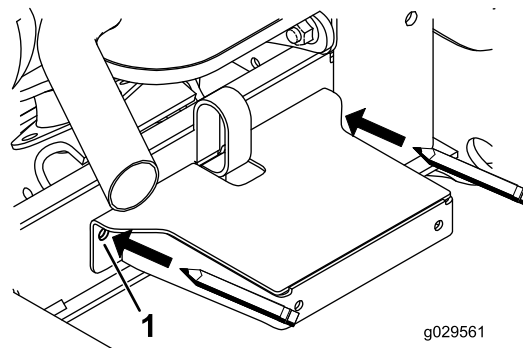

Bild 34
8. Verwenden Sie die Kotflügelbefestigung als Schablone, um die anderen zwei Befestigungslöcher für den Kotflügel im Rahmenkanal zu markieren (Bild 34).